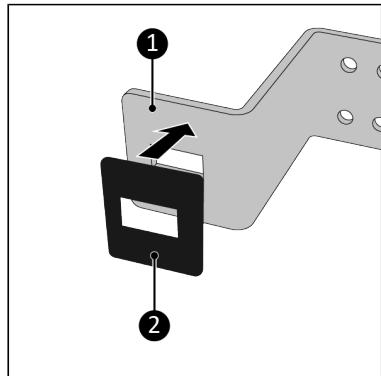

Abbildung 109.
6. Kleben Sie das Schleifpapier (Abbildung 109, Pos. 2) auf die Innenseite des unteren Teils der Halterung (Abbildung 109 Pos. 1).